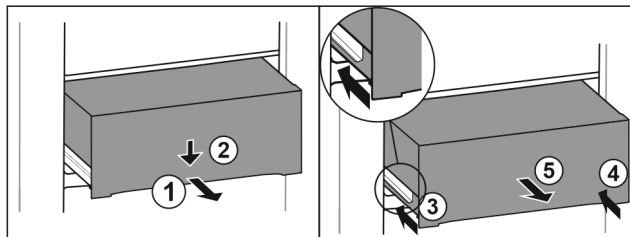

Fig. 134
- ▶ Zásuvku napůl vytáhněte. Fig. 134 (1)
- ▶ Stlačte zásuvku na přední straně dolů. Fig. 134 (2)
- ▶ Zasuňte levou kolejničku přibližně do 2 cm. Fig. 134 (3)
- ▶ Zasuňte pravou kolejničku přibližně do 2 cm. Fig. 134 (4)
- ▶ Vyjměte zásuvku dopředu. Fig. 134 (5)